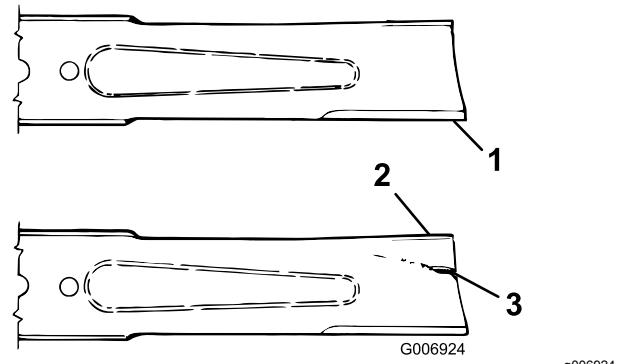

Bild 96
3. Prüfen Sie die Schnittkanten des Messers sorgfältig, insbesondere dort, wo die geraden Flächen die gebogenen berühren (Bild 96).
4. Wenn Sie Abnutzungen (Bild 96) feststellen, sollten Sie das Messer auswechseln, siehe Entfernen und Einbauen eines Messers \(Seite 68\)